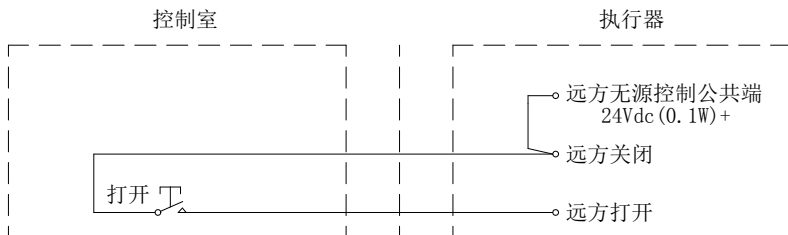
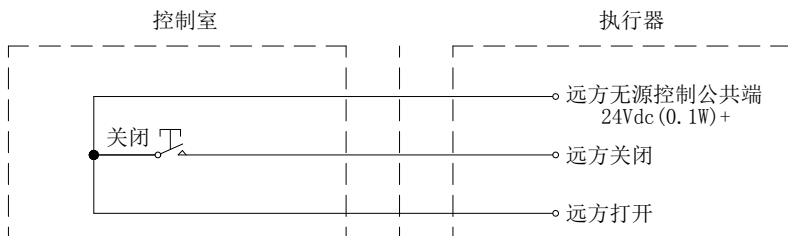
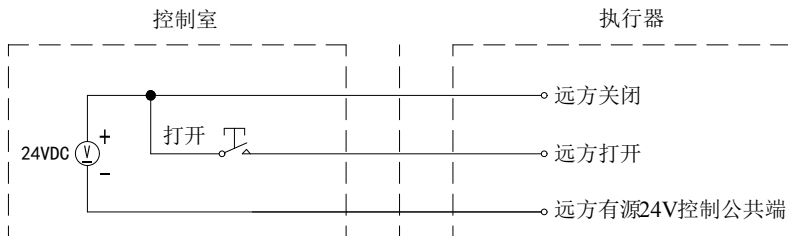
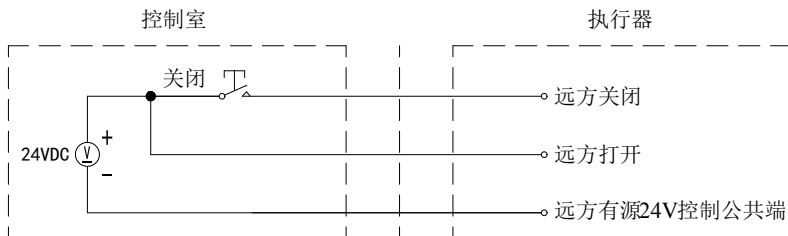

图7 两线控制，有信开，无信关
图8 两线控制，有信关，无信开
图9 两线控制，有信开，无信关(使用外部24V电源)
图10 两线控制，有信关，无信开(使用外部24V电源)
9.1.3 **两线控制**，连线可根据需要按图 7、图 8、图 9、图 10。应根据实际需要，调整菜单中的两线设置为“有信开”或“有信关”。